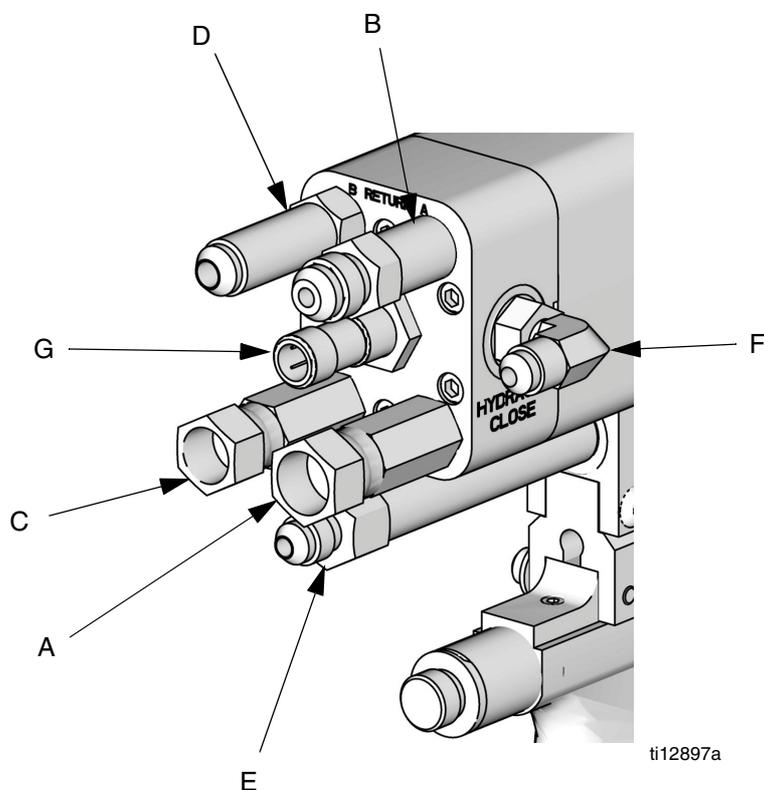
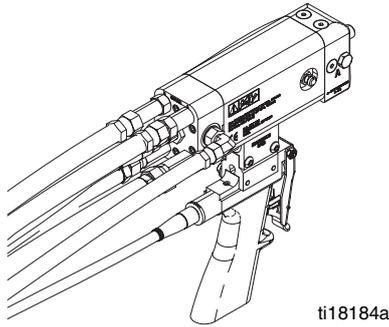

FIG. 5
FIG. 9
11. Installez les flexibles de produits chimiques sur le pistolet. Consultez la FIG. 5 page 12 et la FIG. 9.